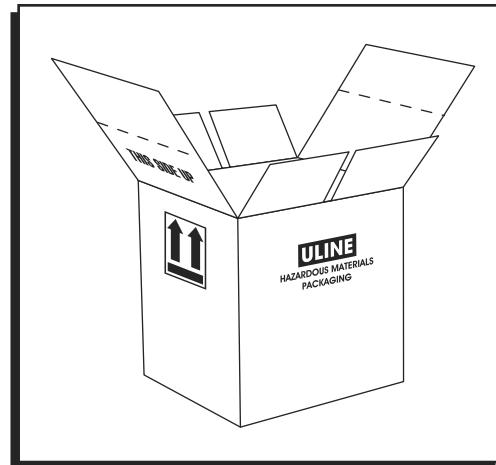

Figure 1
1. Pliez les quatre petits rabats latéraux pour former le fond de la boîte. (Voir Figure 1)